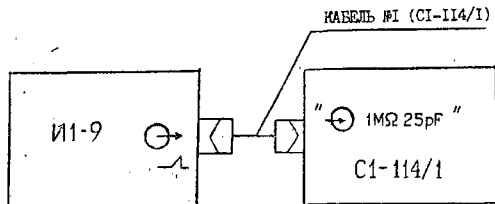

Рис.4
9.3.2.3. Проверка работы органов регулировки коэффициента отклонения (рис.4).